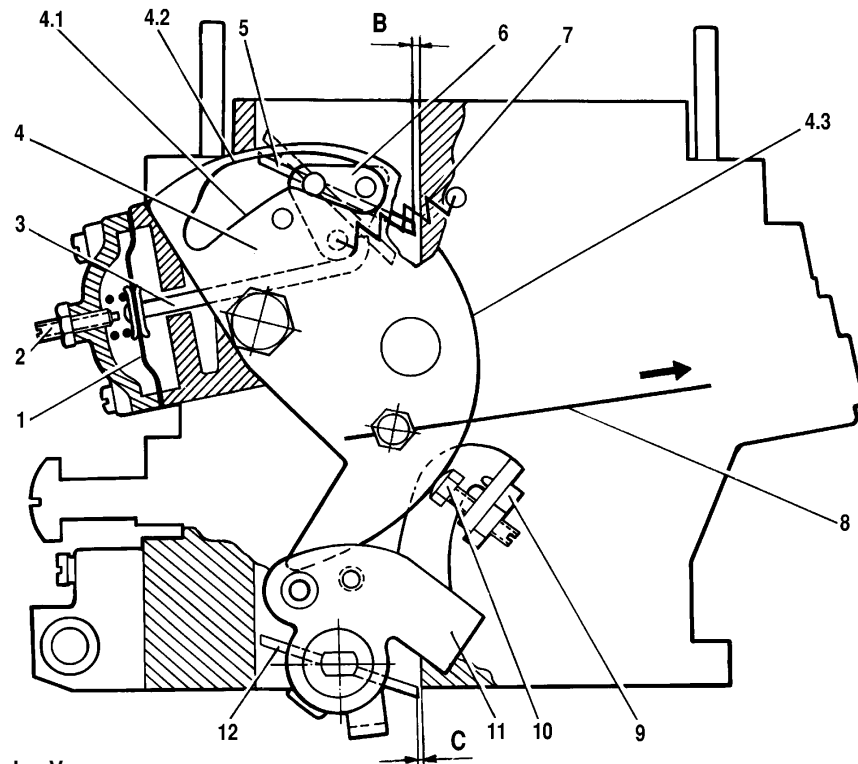

Bild 2-86. Startvorrichtung des Vergasers:
*** Anlaßspiele sind auf Bild 2-86 gezeigt.
Startvorrichtung. Der Betätigungshebel 4 (Bild 2-86) der Luftklappe hat drei Profile. Seine
Regelung der Startvorrichtung. Beim Drehen des Betätigungshebels 4 (siehe Bild 2-86) der Luftklappe 5 gegen Uhrzeigersinn bis zum Anschlag soll die Luftklappe durch die Wirkung der Feder 7 ganz geschlossen sein. Ist die Luftklappe nicht geschlossen, die Ursache einer Klemmung beseitigen.